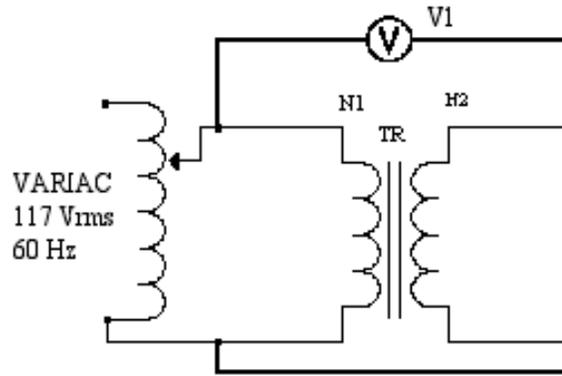

Figura 2
- 11.- Para obtener las marcas de polaridad de los arrollados primario y secundario del transformador, monte el circuito de la figura 2.